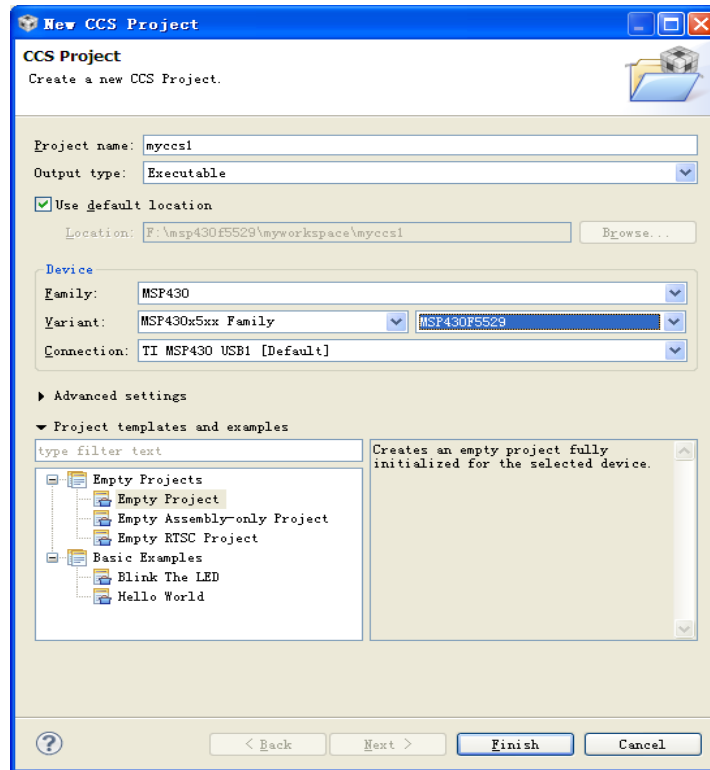

图 1.11 新建 CCS 工程对话框
(1) 首先打开 CCSv5.1 并确定工作区间，然后选择 File-->New-->CCS Project 弹出图 1.11 对话框。